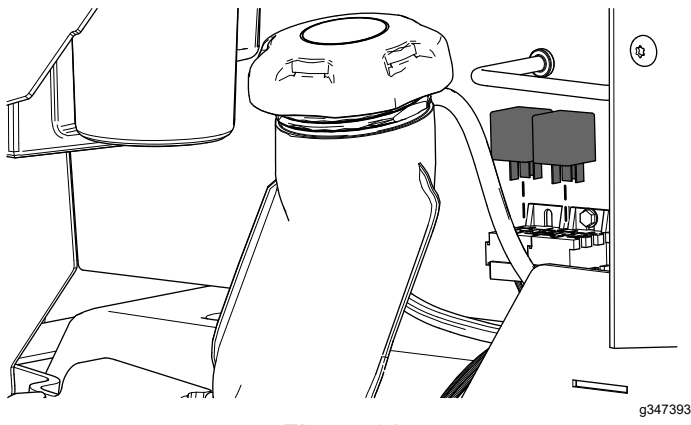

Figura 21
5. Instale os dois relés (Figura 21).